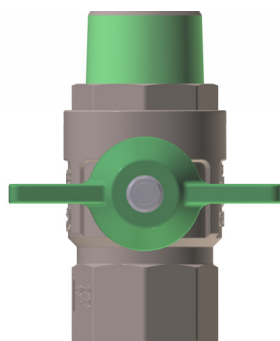

Fig. 21: Valvola di chiusura principale chiusa
- La stazione per acqua fresca è priva di tensione. Le principali valvole di chiusura (fig. 21) sono chiuse.